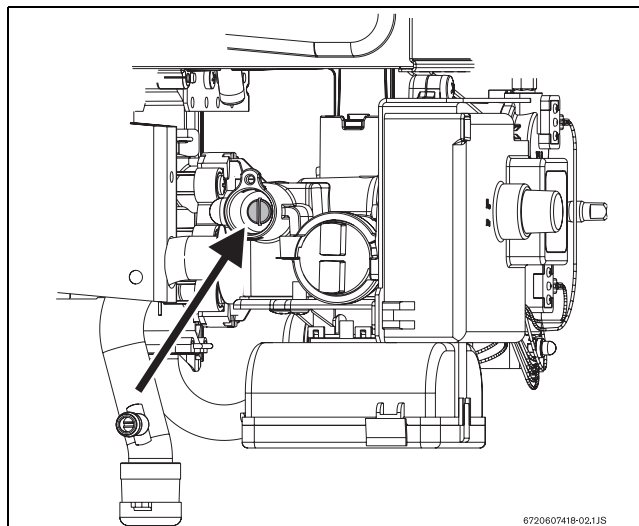

Fig. 14 Parafuso de ajuste de caudal de gás máximo
- ▶ Retirar a selagem do parafuso de ajuste (Fig. 14).
- ▶ Utilizando o parafuso de ajuste (Fig. 14) regular a pressão até atingir os valores indicados na tabela 8.